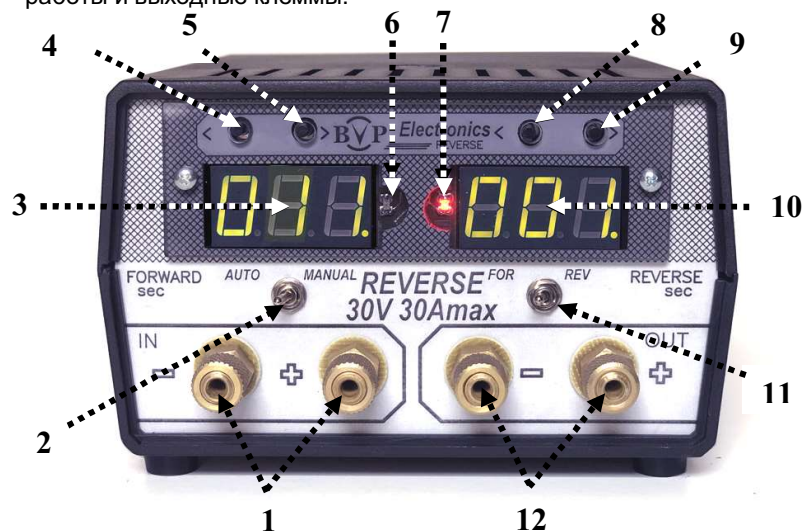

Рис. 2. Расположение органов управления на передней панели блока реверсного управления током
На рис. 2 показан внешний вид передней панели блока реверсного управления током и расположение на ней всех органов управления и индикации.
- 7.1.2 Установите переключатель **2** (рис. 2) в положение «MANUAL»;
- 7.2.2 Установите переключатель **2** (рис. 2) в положение «MANUAL». В режиме «MANUAL» открыт доступ к изменениям начальных значений обоих таймеров (прямого и реверсного тока).